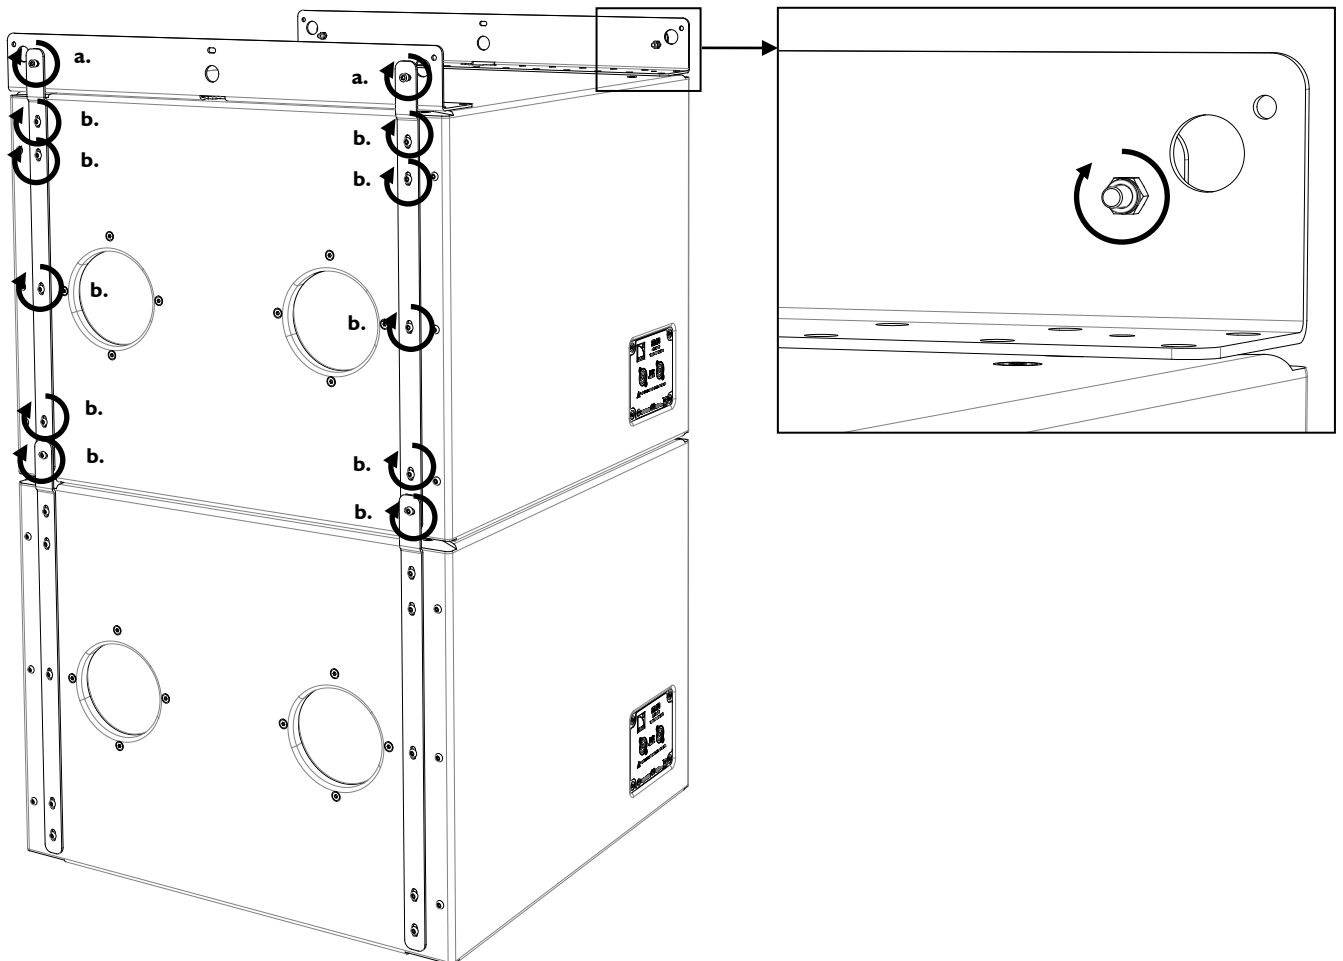

Figure 29 : Fixation des deux barres M-BUMPi au SB18i du haut de ligne
- Positionner une barre M-BUMPi face à deux bras du SB18i comme illustré en Figure 29, puis la sécuriser en serrant deux boulons BTR M6 autobloquants (inclus dans le pack M-BUMPi) (embout BTR 5 mm, clé 10 mm, 5 N.m/45 in.lb_f).